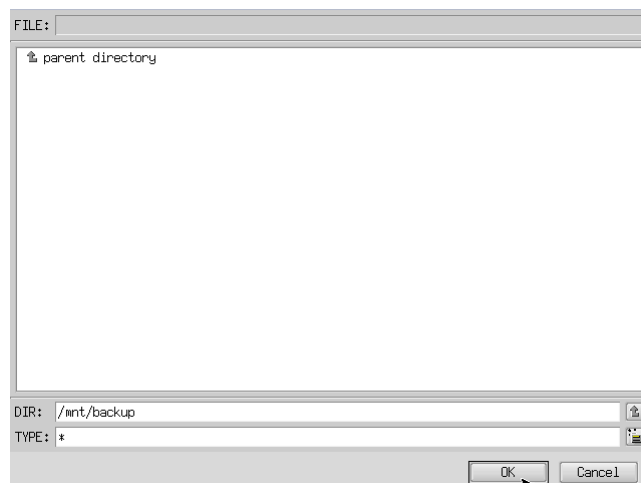

図 5-3-4. フォルダ参照画面
- ⑧ フォルダ参照画面（図 5-3-4）が表示されます。②で接続したパーティションは、/mnt にマウントされますので、/mnt 以下のフォルダを選択してください。[OK] を押すとフォルダ選択画面にもどります。